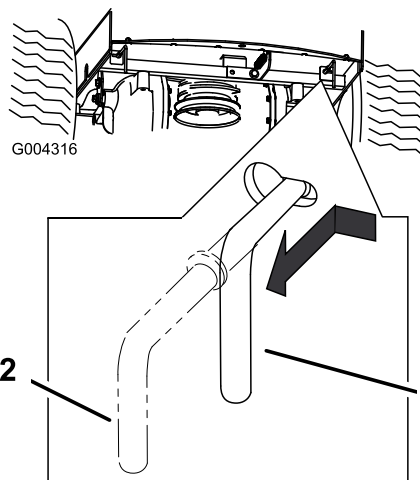

Figura 23
3. Mueva las dos palancas de desvío hacia dentro y empújelas hacia dentro, hasta que la arandela de la varilla pase por la ranura (Figura 23).
4. Empuje las palancas hacia fuera para bloquearlas (Figura 23).
Mueva las dos palancas de desvío hacia dentro y luego tire de las mismas hacia atrás por la ranura hasta que hagan tope (Figura 23). Empuje las palancas hacia fuera para bloquearlas.